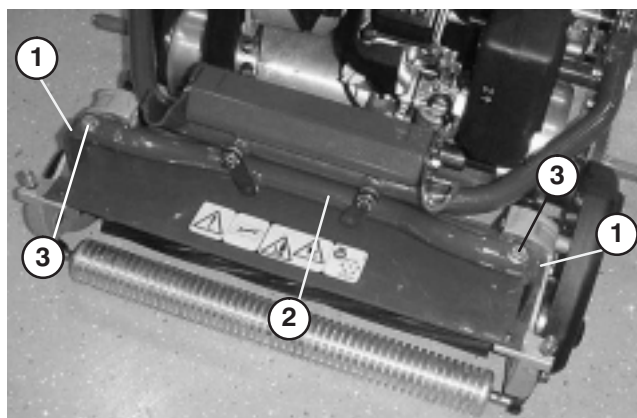

Figure 12
4. Retirez les (2) vis de fixation des bras de pivot du plateau de coupe au tube du bâti du groupe de déplacement (Fig. 12).
5. Tournez les bras de pivot vers l'avant (Fig. 12) et appuyez le groupe de déplacement sur la béquille bloquée.